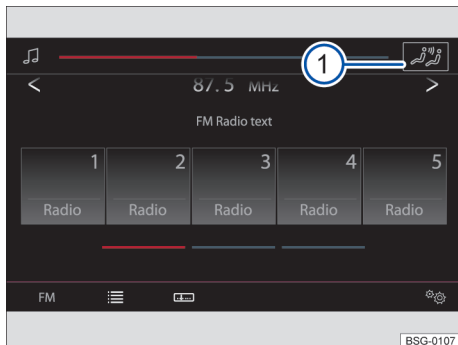

Fig. 124 Exibição do display no console central: superfície de função para acessar o amplificador de voz eletrônico.
- Na parte superior do display, tocar na superfície de função com o símbolo do amplificador de voz eletrônico para acessar o menu **Configuração do som** diretamente → Fig. 124 ①.